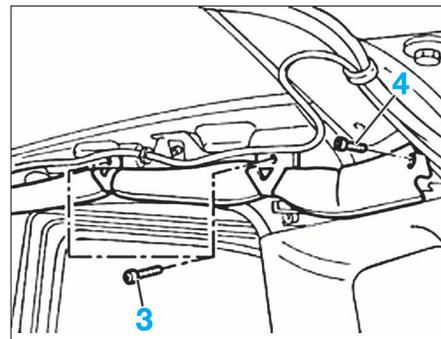

FIG. 15
- A l'arrière du véhicule, déposer les vis de fixation (3) et (4) (Fig.15).